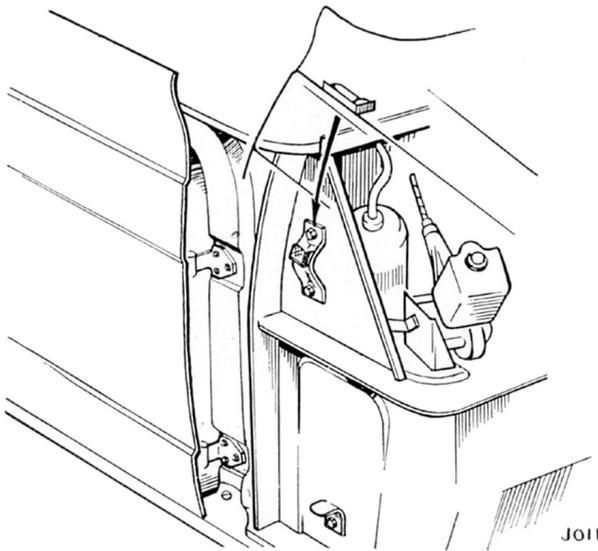

Fig. 13. Réglage du capot en hauteur (situation "A")
Situation "A" (Fig. 13) - 1200 et Vitesse 6
Desserrer les boulons (5) et (6) et lever ou baisser l'avant du capot jusqu'à obtention d'un espace uniforme entre le capot et la portière. Pendant cette opération, le capot pivotera sur ses supports arrière comme indiqué par la flèche Fig. 13. Resserrer les boulons lorsque le réglage est terminé.